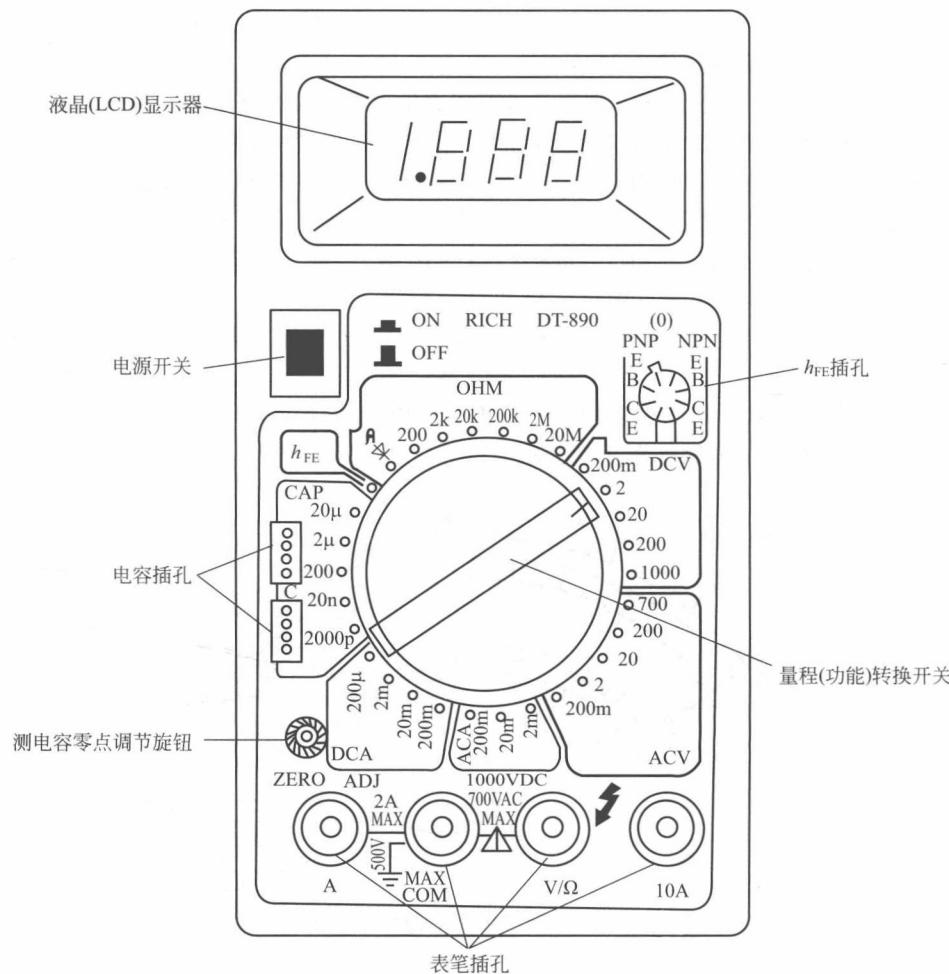

图 1-7 DT-890 型数字式万用表面板外形
(1) 数字式万用表的基本组成 目前数字式万用表使用较多的是 DT-890 型、DT9205 型等。DT-890 型数字式万用表面板外形示意图如图 1-7 所示。该表前后面板主要包括液晶显示器；电源开关；量程（功能）转换开关； $h_{FE}$  插口；表笔插孔及在后盖板下的电池盒。
① 液晶显示器直接以数字形式显示检测结果。普及型数字式万用表多为三位半仪表（如 DT-890 型），其最高位只能显示“1”或“0”（0 亦可消隐，即不显示），故称半位，其余 3 位是整位，可显示 0~9 全部数字。三位半数字式万用表最大显示值为 1999。仪表具有自动显示极性功能，即如果被测电压或电流的极性错了，也不必改换表笔接线，而在显示值前面出现负号（-），也就是说此时红表笔接低电位，黑表笔接高电位。
② 量程（功能）转换开关又称为功能选择开关，位于面板的中间，用来检测时选择项目和量程。由于最大显示数为 ±1999，不到满度 2000，所以量程挡的首位数几乎都是 2，如  $200\Omega$ 、 $2k\Omega$ 、 $2V$  等。一般数字式万用表的量程较指针式万用表要多。
③ 表笔插孔有 4 个。标有“COM”字样的为公共插孔，通常插入黑表笔。标有“V/Ω”字样插孔应插入红表笔，用以检测电阻值和交直流电压值。检测交直流电流有两个插孔，分别为“A”和“10A”，供不同量程挡选用，也插入红表笔。